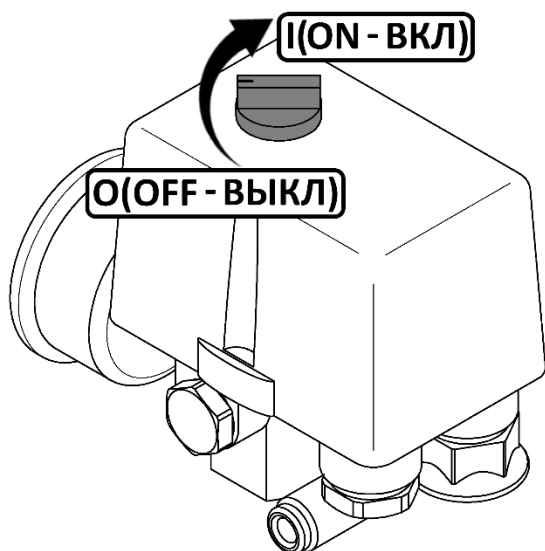

Рисунок 3
- Проверьте, чтобы выключатель на реле давления находился в выключенном положении "O" (рисунок 3).
- Выключить компрессор выключателем **3** на реле давления (рис 4-8). Для этого необходимо переключить выключатель в положение "0" (рисунок 3). После этого остановится двигатель и произойдет сброс давления из нагнетательного воздухопровода и поршневого блока.
- Переключите выключатель **3** на реле давления (рисунки 4-8) в положение "О" (рисунок 3).